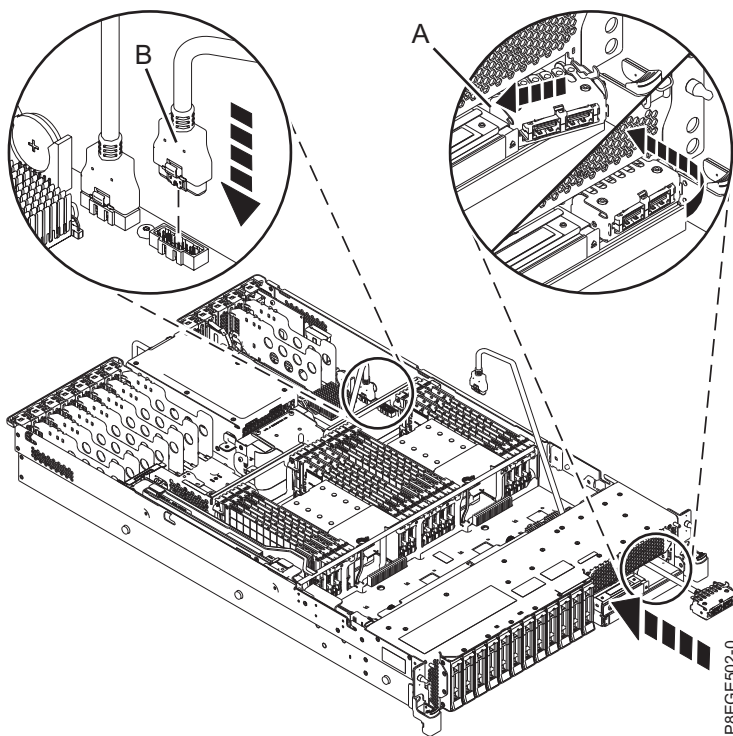

Figure 4. Installation du câble USB avant
- Insérez l'extrémité de la fiche du câble USB dans l'ouverture à l'avant du système, comme illustré dans la figure 4. Faites passer le câble le long du côté droit du châssis de système.
- Verrouillez le boîtier du câble USB dans l'ouverture à l'avant du système en insérant le taquet (A) situé sur le côté gauche du boîtier dans l'emplacement. Faites pivoter le boîtier jusqu'à ce qu'il se bloque à droite. Voir figure 4.
- Branchez le câble USB (B) dans le connecteur situé sur le fond de panier du système, comme illustré dans la figure 4.